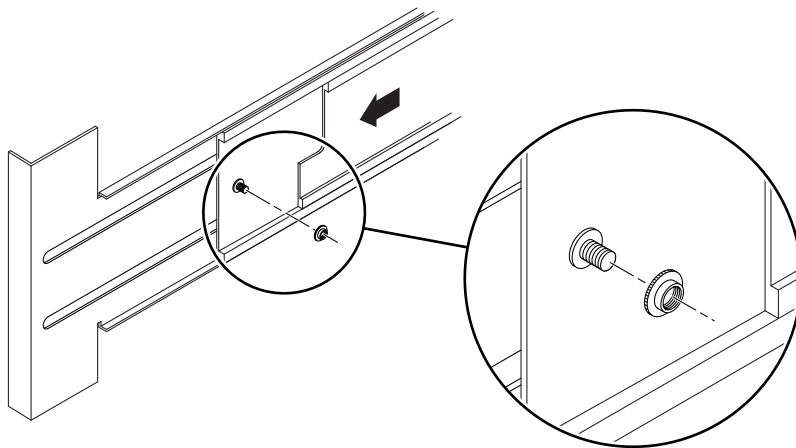

图 1-13 插入和拧紧滑轨锁垫
3. 在系统背面，将所提供的锁垫插入每个滑轨的锁定螺栓并拧紧（图 1-13）。